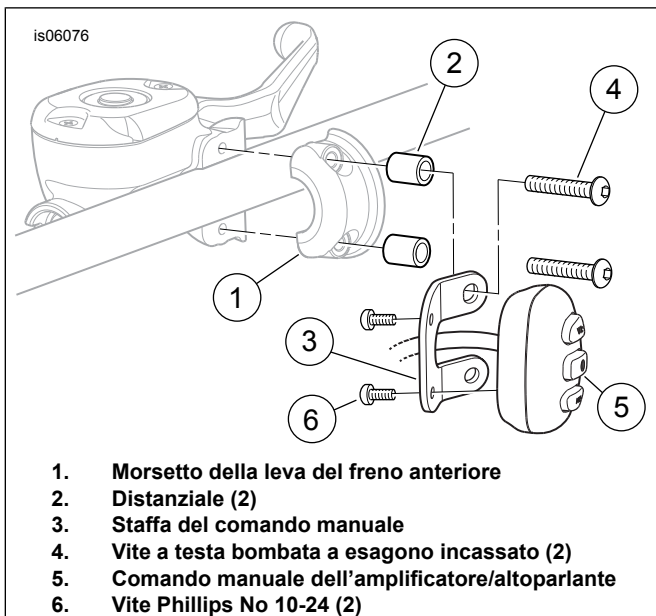

Figura 2. Installazione del comando manuale e della staffa
1. Vedere Figura 2. Rimuovere dal veicolo le viti del morsetto della leva del freno anteriore. Rimuovere e accantonare il morsetto (1). Le viti possono essere gettate via.
2. Prendere la staffa del comando manuale (3), due distanziali (2), due viti (6) e:
- **Per i modelli XL Sportster 2004 e anni successivi:** due viti (4) dal kit.
- **Per TUTTI GLI ALTRI modelli:** due viti (4) dal kit.
3. Passare il cablaggio del comando manuale (5) lungo il centro della relativa staffa (3), come mostrato.
5. Installare il comando manuale (5, parte del gruppo cablaggio) sulla staffa con le viti (6). Serrare a fondo.